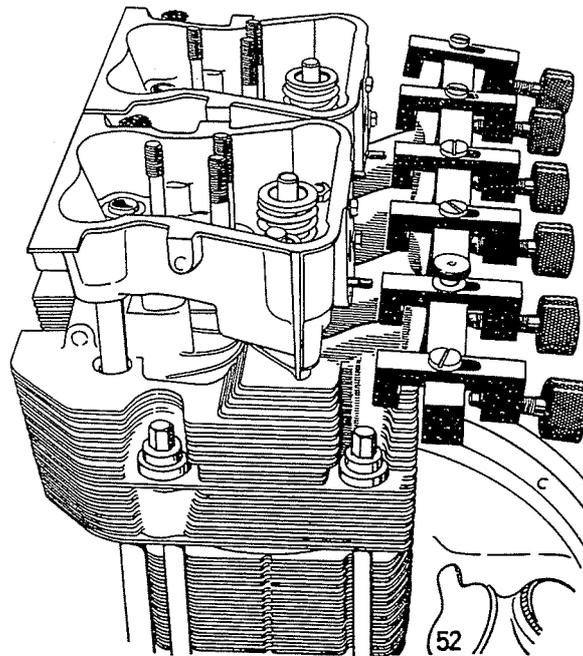
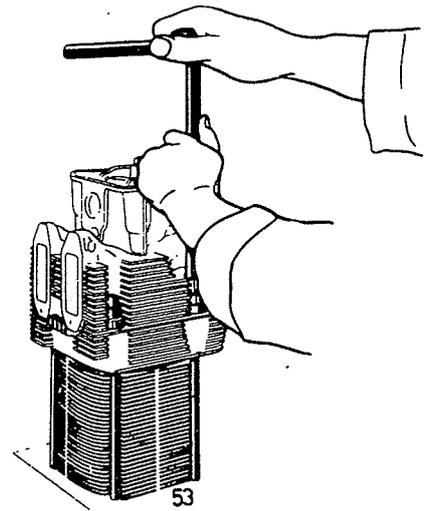

Bild 52 Montagevorrichtung
Bild 53 Vorspannen der Zylinderkopfschrauben
derköpfe mittels Klemmleiste ausgerichtet, Bild 52, um Dichtheit der Auspuff-Flansche zu erreichen. Diese Klemmleiste kann mit einfachen Mitteln angefertigt werden. Für das Anziehen der Zylinderkopfschrauben wird das Deutz-Werkzeug (Steckschlüssel) Nr. 4607 B, siehe Bild 53, verwandt. Das Anziehen der Zylinderkopfschrauben erstreckt sich auf die nachstehenden drei Vorgänge mittels DEUTZ-Werkzeug-Nr. 4607 B, zweckmäßig in Verbindung mit Werkzeug-Nr. 4689 zu verwenden.
- Schrauben mittels Steckschlüssel mit der rechten Hand vorspannen, wobei der Stecker zum Schlüssel eingeschoben ist. Die Hand umfaßt den Knauf des Schlüssels, siehe Bild 53. Die Schrauben sind dabei über Kreuz in mehreren Stufen gut, jedoch nicht mit Gewalt anzuziehen.